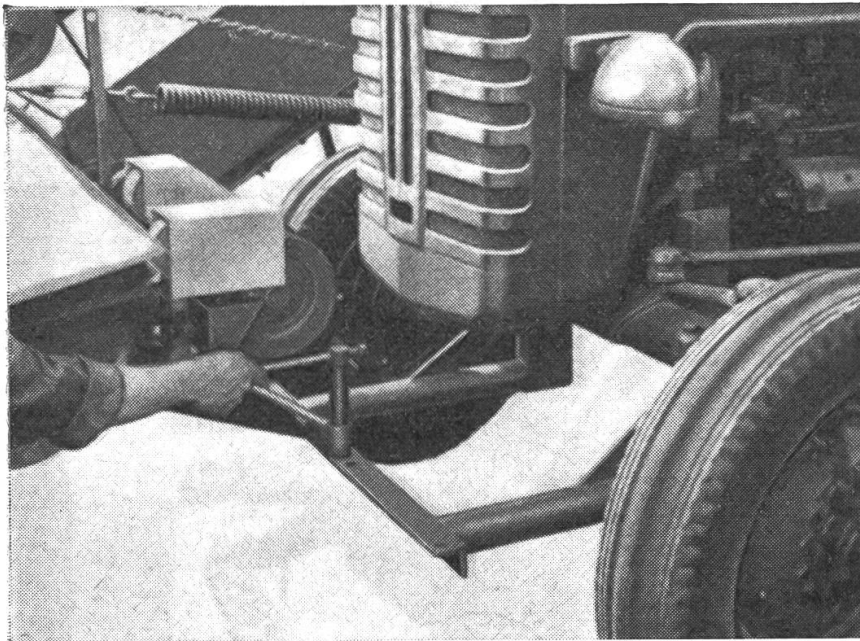

Abb. 2:
Vorne am Traktor wird der mitgelieferte Anbaubock (Abb. 2) anmontiert. Anbauböcke können für die meist verwendeten Traktoren bereits von der Fabrik aus mitgeliefert werden.
- d) Der Mähdrescher wird mit dem am Traktor angebrachten Anbaubock verbunden, worauf die Höheneinstellung mit Hilfe der Spindel eingestellt wird (Abb. 2).